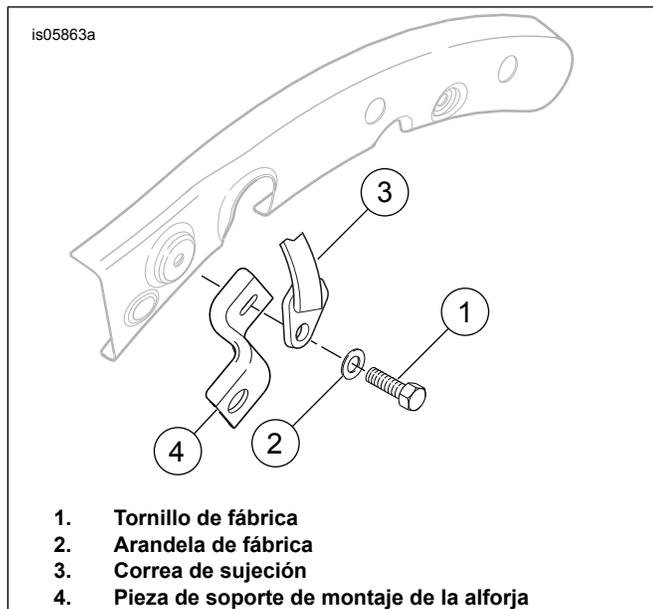

Figura 1. Extracción e instalación de la correa de sujeción
1. Vea Figura 1. Asegure la correa de sujeción nueva al lado izquierdo del vehículo armando la pieza de soporte de montaje delantera de la alforja y sujétela con el perno al vehículo orientada en la misma forma que fue desmontada. Apriete el perno lo suficiente como para sostener el conjunto en su lugar.